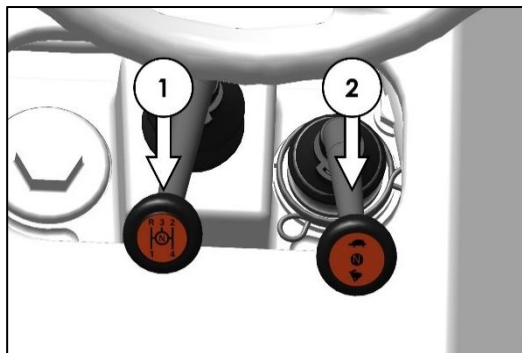

Fig. 154 - POSITIE VAN VERSNELLINGSPOOK EN HOOG/LAAG HENDEL
In Fig. 154 worden de volgende items getoond:
Hoofdversnellingspook (item 1 in Fig. 154)
Hoog/laag hendel (item 2 in Fig. 154)
Trap het koppelingspedaal in en breng de tractor tot stilstand voordat u de hoofdversnellingspook (1, 2, 3, 4 en R) (zie onderdeel 1 in Fig. 154) en de hoog/laag hendel (Schildpad, Haas) (zie onderdeel 2 in Fig. 154) verzet.